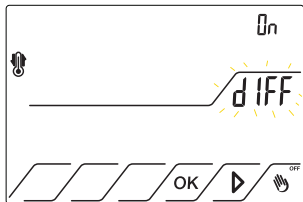

Fig.15
7.1.4 Premere il tasto OK per confermare. Compare la scritta **dIFF** lampeggiante. Lo stato On indica che è attiva la regolazione ON/OFF. fig.15